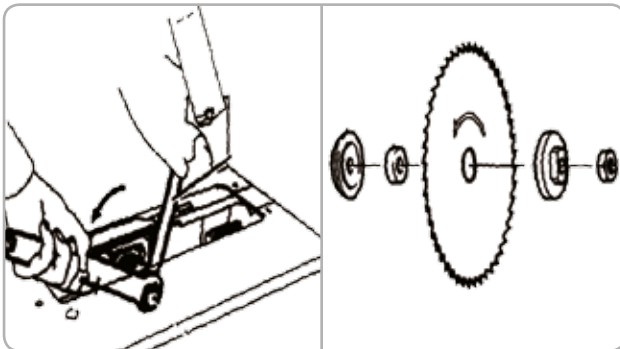

Fig.10
- Montați numai pânze de fierăstrău curate. Aveți grijă ca și sistemul de prindere a pânzei de fierăstrău să fie curățat de așchii și de rumeguș. Fig. 10